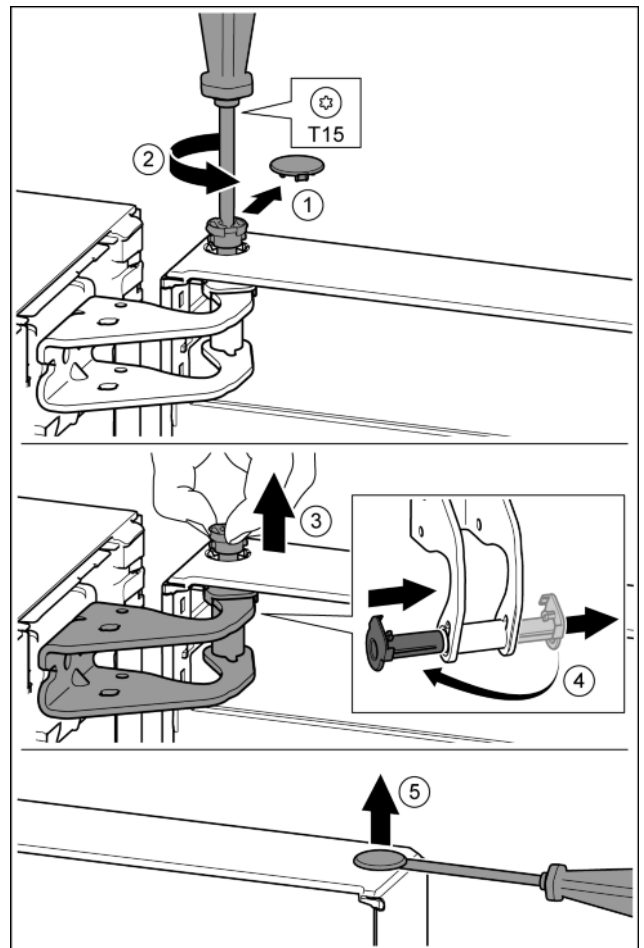

Fig. 8
- ▶ Facendo attenzione, togliere la copertura di sicurezza. Fig. 8 (1)
- ▶ Con un cacciavite T15 svitare leggermente il perno. Fig. 8 (2)
- ▶ Trattenerne la porta ed estrarre il perno con le dita. Fig. 8 (3)
- ▶ Estrarre la boccola del supporto dalla guida. Inserire dall'altro lato e innestare a scatto. Fig. 8 (4)
- ▶ Con un cacciavite sollevare con attenzione i tappi dalla boccola del supporto porta ed estrarli. Fig. 8 (5)